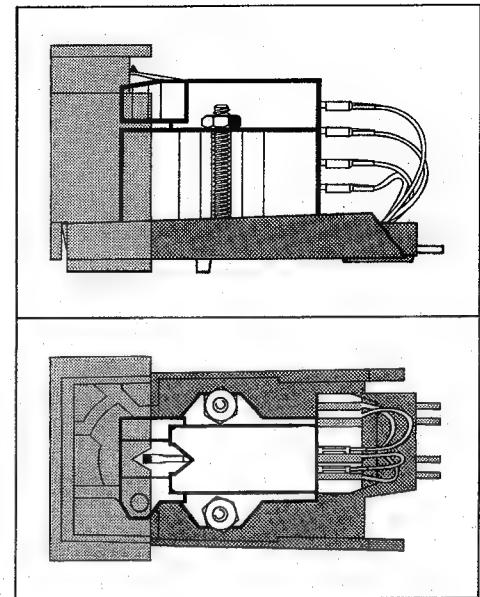

Fig. 14
1. To mount the cartridge, detach the cartridge holder (5) from the tonearm by pressing the tonearm lift (4) backward, while holding the cartridge holder with your hand to prevent its falling down when the lock is released.
2. Using the hardware provided, mount the cartridge on the cartridge holder. Use the gauge to make sure that the cartridge is mounted in the geometrically proper place in the cartridge holder (Note location of stylus tip in Fig. 14).
1. Voor montage van het element de systeemhouder (5) van de toonarm losmaken, door de toonarmgreep (4) naar achteren te drukken. Hierbij de systeemhouder vasthouden, omdat deze anders valt.
2. Bevestig het element op de systeemhouder en gebruik voor de plaatsbepaling de meegeleverde hulpschuifjes, zodat de naaldpunt geometrisch in de juiste positie komt (Fig. 14).
1. Per montare la cellula togliere la testina (5) dal braccio spingendo indietro la levetta di serraggio (4) fare attenzione che la testina non cada.
2. Fissate la cellula sulla testina servendovi degli accessori allegati, osservando che la punta dello stilo — vista da sopra — combaci con l'insenatura a V del calibro (Fig. 14).
stemträger. Zu beachten ist, daß das Tonabnehmersystem mit der Systemlehre am geometrisch richtigen Ort für die Abtastnadelspitze im Systemträger montiert wird (Fig. 14).
montée à l'emplacement géométrique correct de la pointe dans le porte-cellule (Fig. 14).
del portacápsulas con respecto a la punta de la aguja lectora, empleando un calibre correspondiente (Fig. 14).